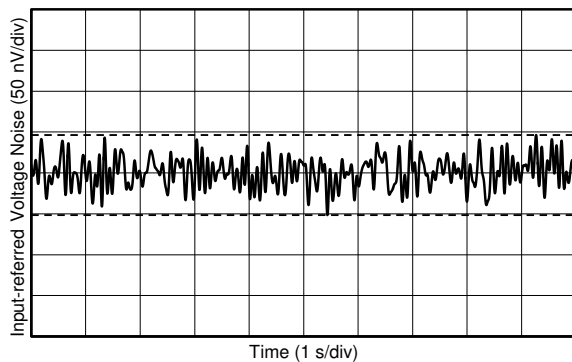

FIG 7-17. 0.1-Hz to 10-Hz Voltage Noise
0.1-Hz to 10-Hz Voltage Noise	图 7-17